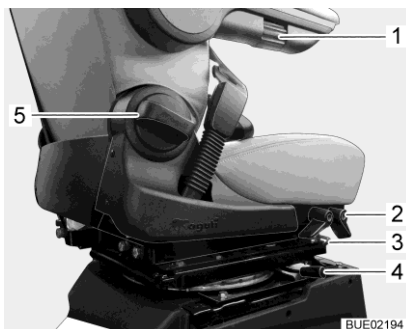

Bild 15 Stolsinställning
- Manövrera låsspaken (Bild 15,4). Spärren lossas.
- Drag upp bygeln (Bild 15,3).
- Dra den främre eller bakre spaken (Bild 15,2) uppåt eller nedåt.
- Vrid ratten (Bild 15,5). Beroende på vridriktning lutas ryggstödet framåt eller bakåt.
- Vrid det räfflade hjulet (Bild 15,1). Beroende på vridriktning lutas armstödet framåt eller bakåt.